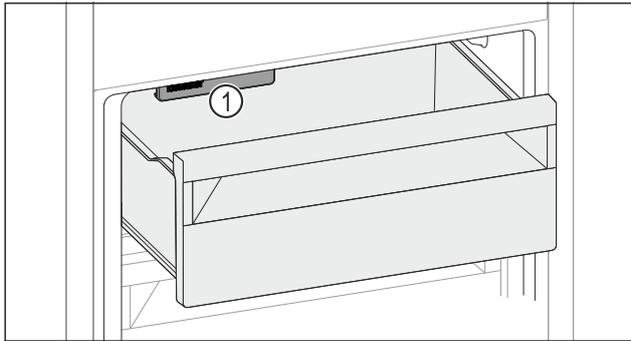

Fig. 160
- ▶ Tenez compte de l'IceMaker Fig. 160 (1).